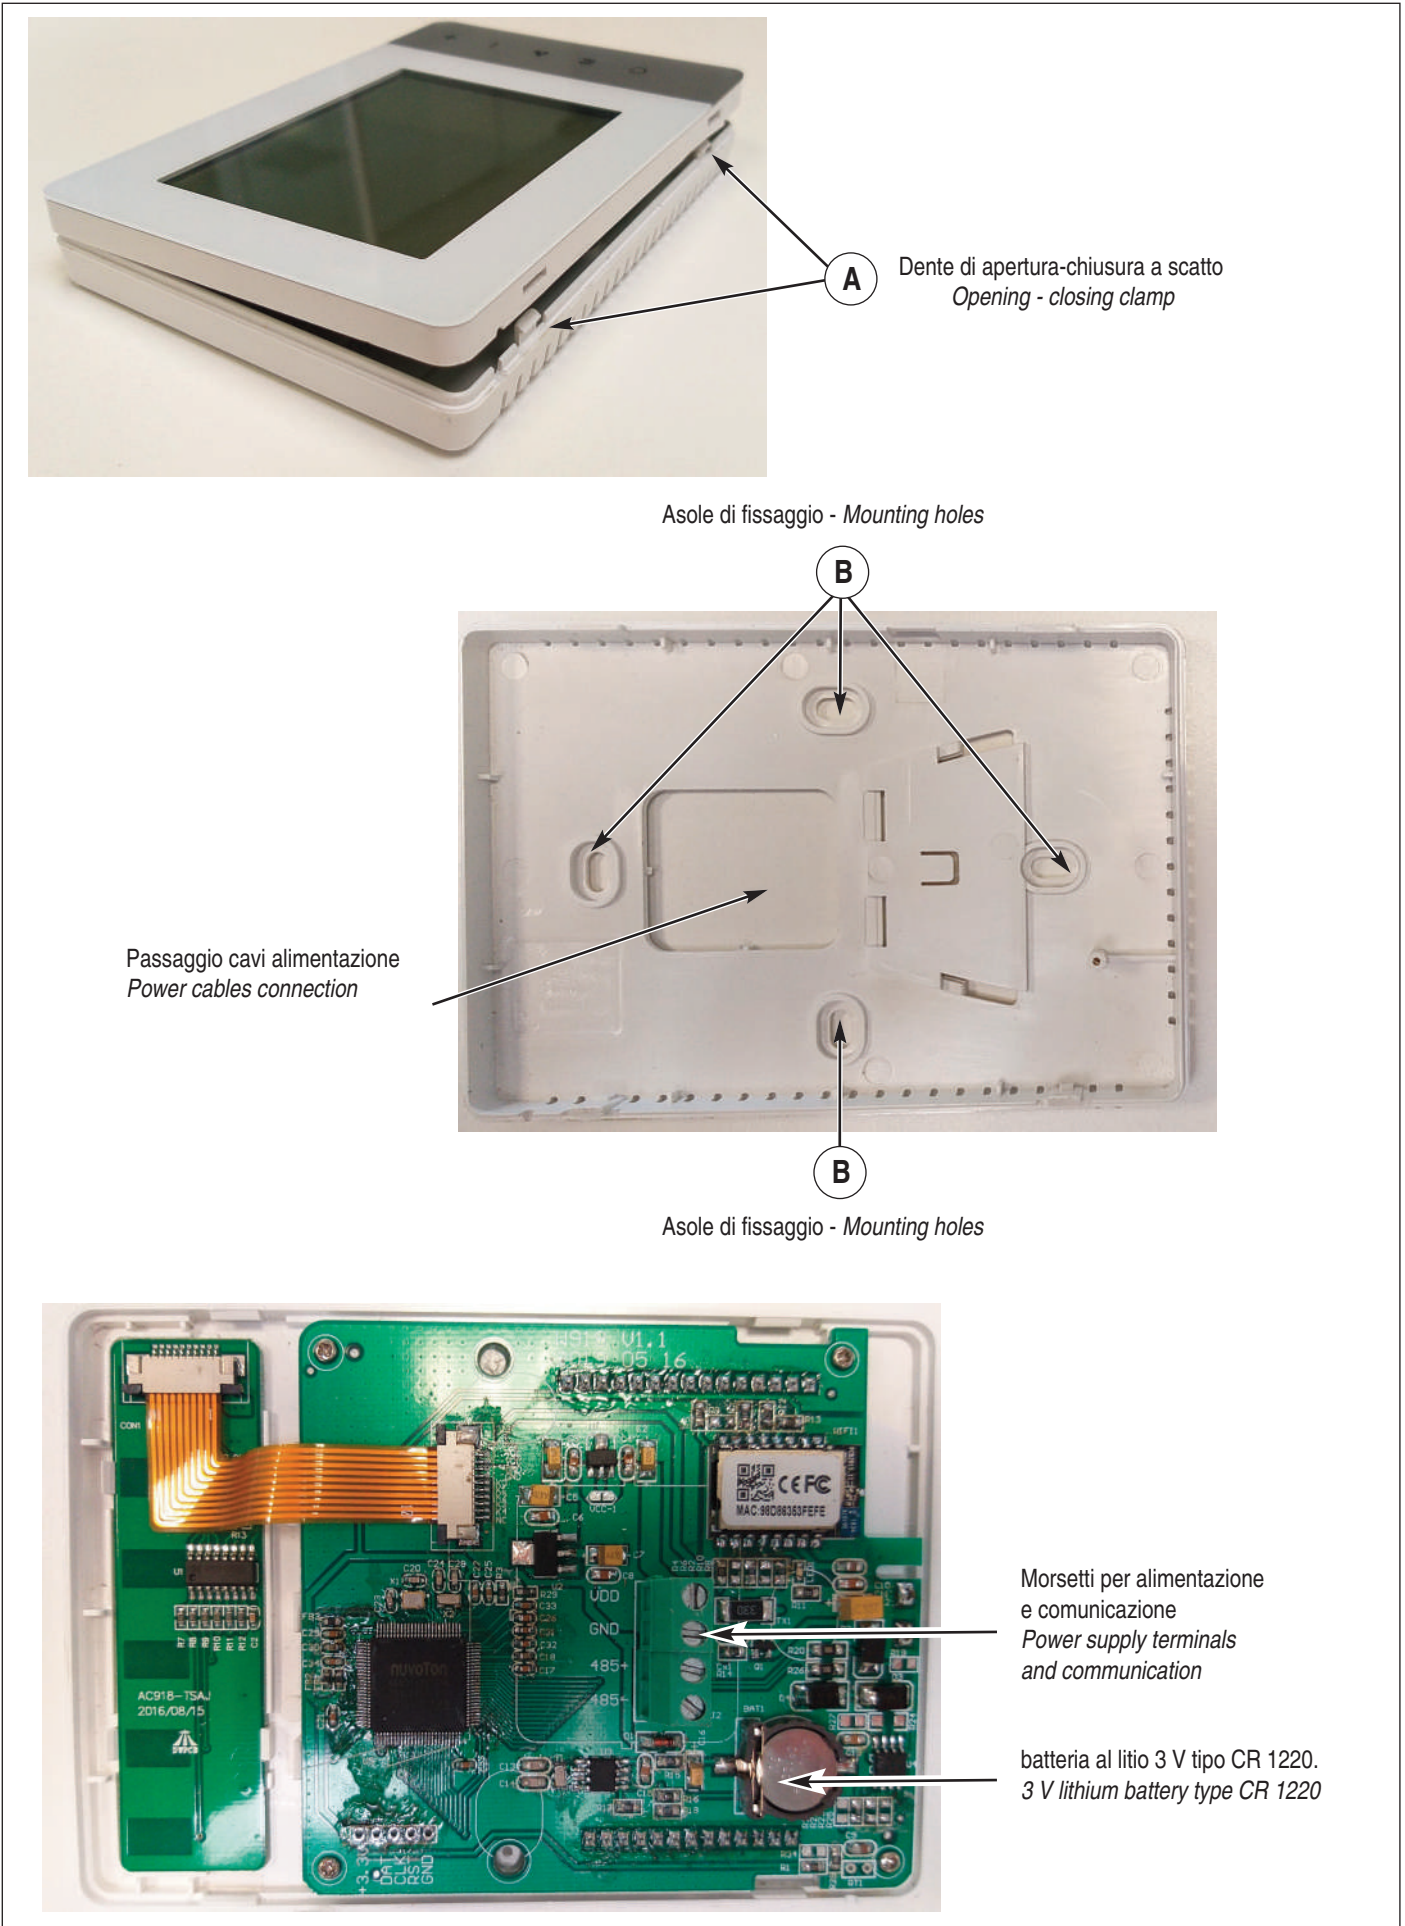

fig. 10
- Per l'installazione a parete dell'interfaccia non è necessaria una scatola ad incasso, dato lo spessore esiguo; tuttavia si può utilizzare anche una scatola da tre moduli. Per fissarla alla parete utilizzare 2 opportuni fisher con viti attraverso le asole presenti nella placchetta posteriore (fig.10).
- For the installation of the interface, only if needed, use a three module flush mounted wall box. The interface is very thin and usually it is not necessary to install the box. Fix it to the wall by two appropriate fisher with screws through the eyelets in the rear socket (fig.10).
Per fissare il display alla scatola elettrica a parete (fig. 10):
- To fix the display to the wall electrical box (fig. 10):
- Release the front plate of the control, pushing gently on the clamps placed at the lower part (A), consequently also release the latches at the top (B).
- Fix the base of the control to the electrical box, to the wall with two screws, respecting the measurements (B).